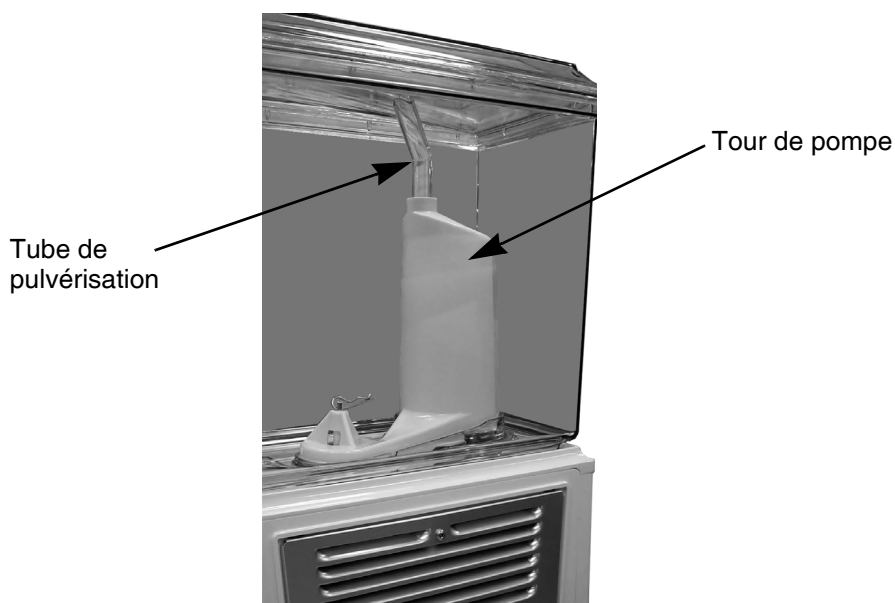

Figure 1.
8. Placer le tube de pulvérisation dans le haut de la tour de la pompe. Assurez-vous que le tube fait face à l'avant de l'appareil, comme représenté sur la Figure 1.